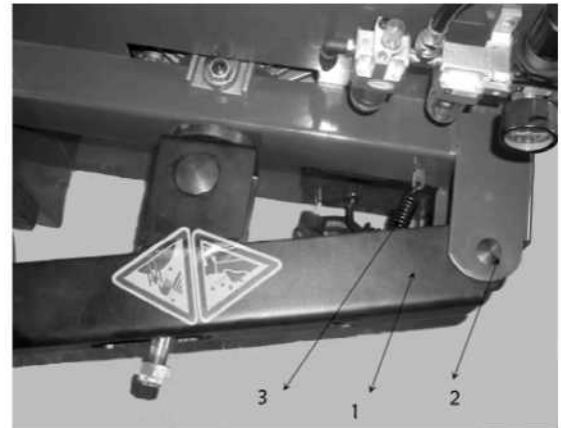

Рис. 8-12
Вставьте нож отрыва борта шины (1) в скобу крепления, совместите отверстия и установите штифт крепления ножа отрыва (2), а затем и стопорное кольцо на место. Установите пружину (3), как показано на рис. 8-12.